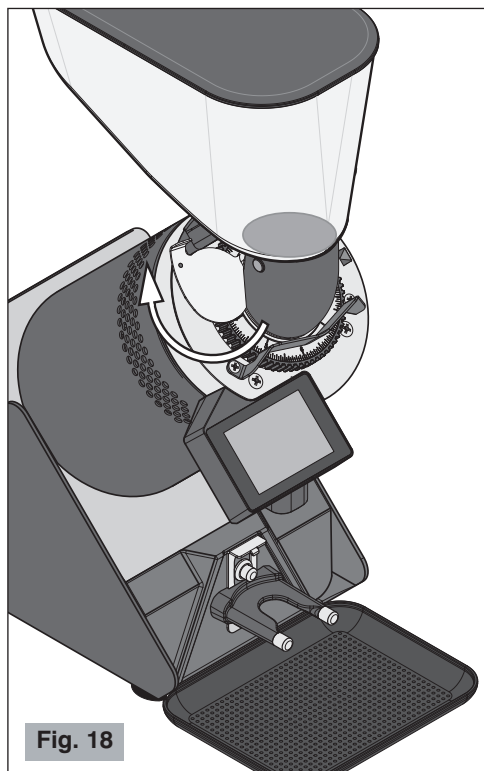

Fig. 18
**S'assurer de l'ouverture complète de l'obturateur de la cloche jusqu'à la fin de sa course (voir Fig. 18).**